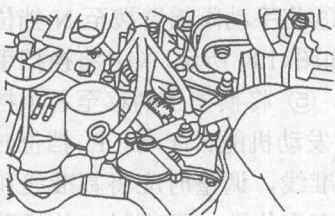

图 1.10 拆下挡位开关等插头
③ 拆下车速传感器插头。
④ 拆下变速器挡位开关插头、电磁阀插头及油温传感器插头，如图 1.10 所示。